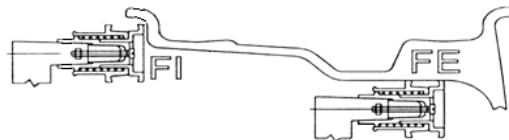
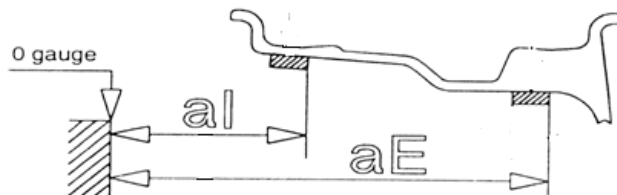

Bild 7-8
Bild 10-10
-balanseringsfunktion enligt Bild 7-8, fäst klämvikten i läge "klockan 12" som i punkt 10.2.3. Om du använder klämvikt och ALU-S -funktionen, fäst limvikten i läge "klockan 12" på insidan av fälgen. (Vikten till vänster i Bild 10-10)
- 10.3.4 Roterat hjulet långsamt tills indikatorljusen för utsidans obalansläge tänds (Bild 5-1(9)). Fäst en lämplig limvikt i läge "klockan 12" bakom fälgens ekrar (vikten till höger i Bild 10-10)
- 10.3.7 Vid ALU-S-funktionen enligt bild 7-8, fäst klämvikten som i punkt 10.2.3. Tryck på STOP- och ALU-knapparna, varvid den mittersta displayen visar - - - . Fäst limvikten enligt punkt 10.3.9.
10.6.3 Roterat hjulet långsamt tills indikatorljuset för utsidans obalans tänds (Bild 5-1(9)). Fäst en limvikt bakom fälgens eker i läge "klockan 12" (vikten till höger i Bild 10-10).